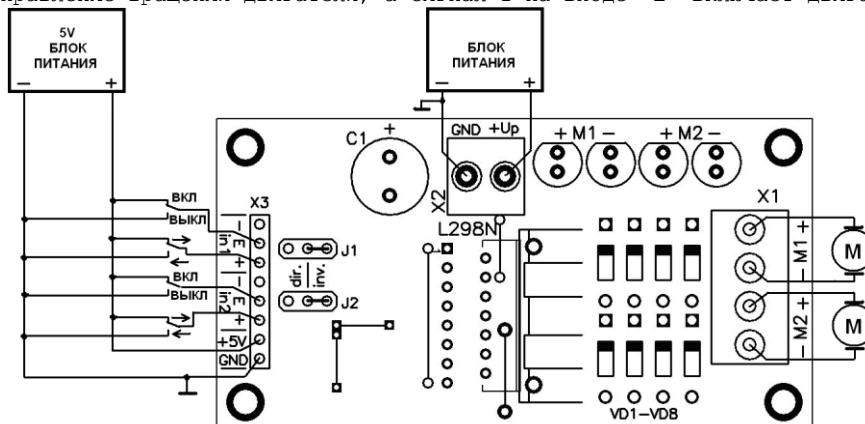

Рис.5 Входы «in1» управляют двигателем M1 Входы «in2» управляют двигателем M2
3. Управление двигателями постоянного тока Рис.5 (перемычки в положении inv.).